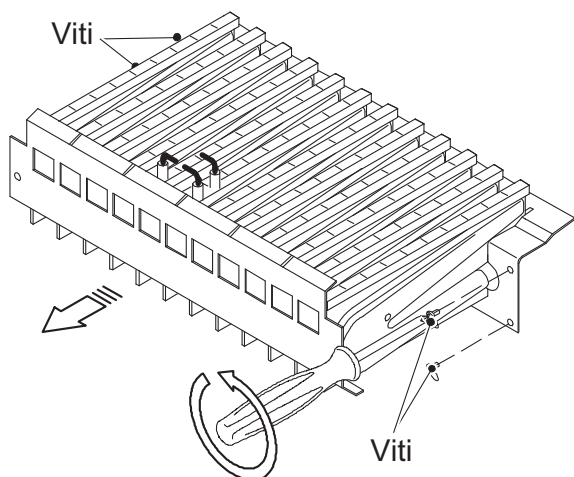

Fig. 8.1
- Togliere il pannello anteriore della camera di combustione ed il bruciatore in Fig. 8.1.
- Rimontare il bruciatore Fig. 8.1, il pannello anteriore della camera di combustione e la parete mobile della camera stagna.